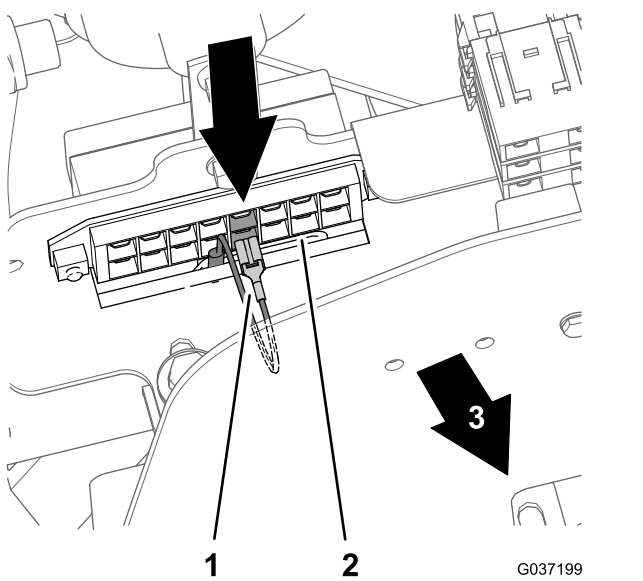

**Figura 33**
1. Sul lato posteriore del supporto, togliete il dado di bloccaggio e la rondella che fissa l'avvisatore acustico alla piastrina elettrica (Figura 33).
2. montate il dado di bloccaggio, la rondella e il morsetto ad anello del cablaggio del relè e la rondella di bloccaggio sul bullone, come illustrato nella Figura 33 e serrate il dado e il bullone a 23 - 29 N·m.